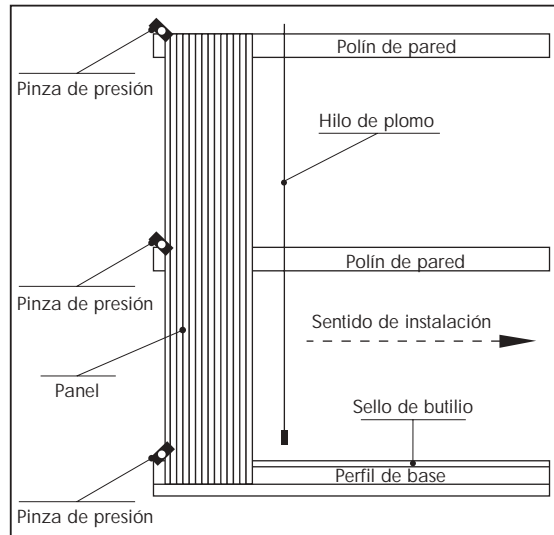

Fig. 5
- 4.3.2. Sobre los diseños constructivos indicar en la vertical el punto de salida del primer panel, teniendo cuidado con la alineación entre ellos. Tal operación puede ser efectuada con hilo a plomada (Fig. 5).
- 4.3.3** Posicionar el primer panel con la plomada, controlar su verticalidad, después de que se ha sostenido provisionalmente a la estructura mediante las pinzas de presión (Fig. 5).